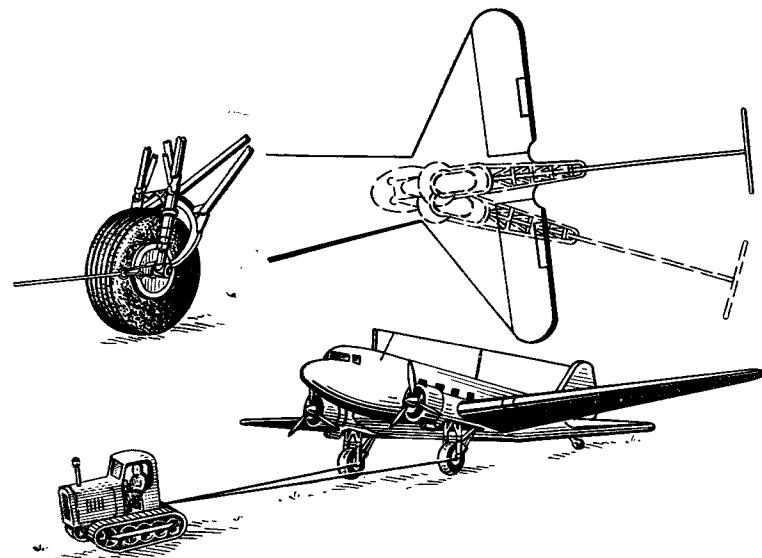

Рис. 101. Буксировка самолета
1. Приспособление для буксировки (рис. 101) надевается на оси колес шасси с внутренней стороны.